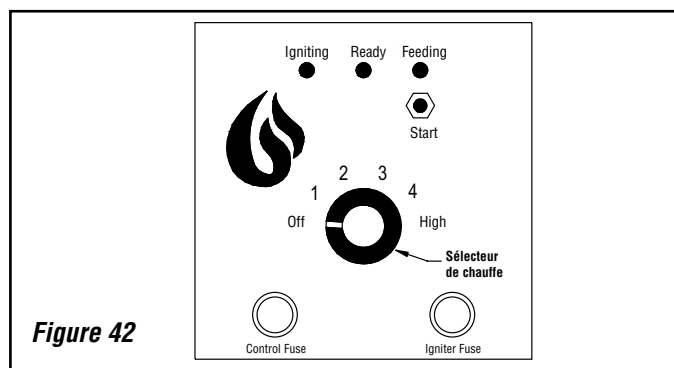

Figure 42
1. Placer le sélecteur de chauffe (voir *figure 42*) sur la puissance désirée (1 à *High/Maxi*). Le témoin *Ready* s'allume en vert.